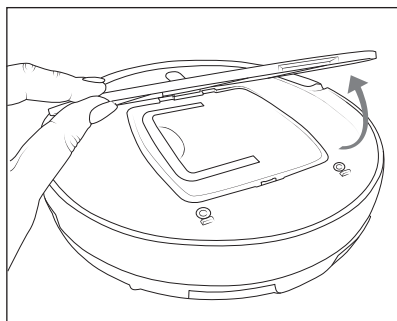

Fig. 5
- 1) Fjern afdækningen **13** til støvbeholderen **12**, og tag den ud af produktet ved at holde på håndtaget (se fig. 5 og 6).